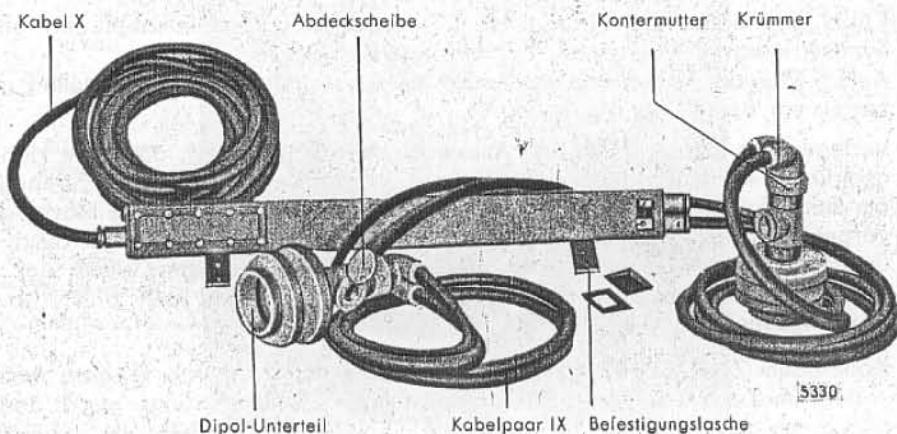

Abb. 14. Symmetriekasten mit angeschlossenen Kabeln.
1. Die Kabel IX a ... d (Vacha 976 s blau) sind in ihrer Länge abgeglichen und am Symmetriekasten fertig montiert und bezeichnet (Abb. 14). Je zwei Paar Kabel enden in Krümmern. Der Symmetriekasten wird mit fertig montierten Dipolunterteilen geliefert.
Seitliche Öffnung in den Dipolunterteilen mit den mitgelieferten Scheiben wasserdicht abschließen (s. Abb. 14).